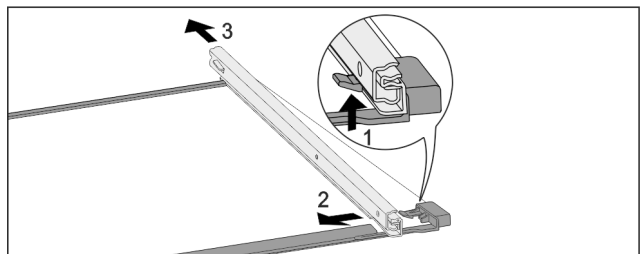

Fig. 190 Glassplate med skinner
- ▶ Trykk den fremre festespaken oppover. Fig. 190 (1)
- ▶ Skyv uttrekksskinne til side Fig. 190 (2) og skyv bakover Fig. 190 (3) og bort.